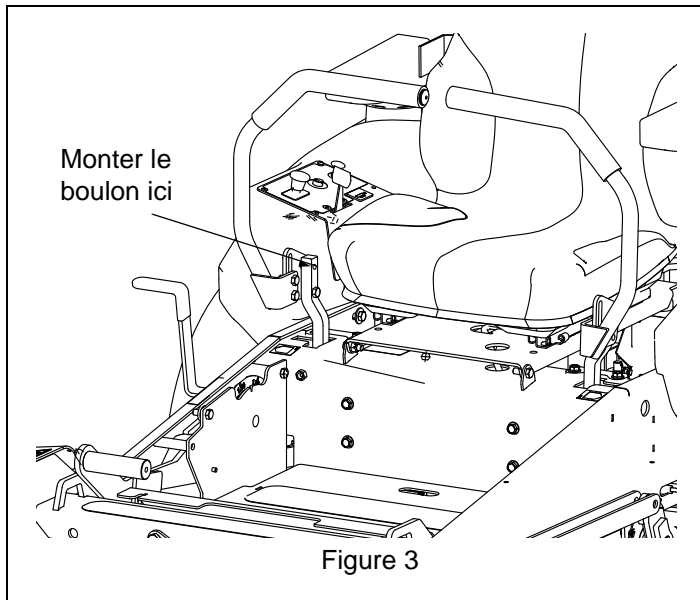

Figure 3
2. Tourner doucement le siège en arrière assez loin pour pouvoir monter le levier de verrouillage du siège comme illustré en figure 3.